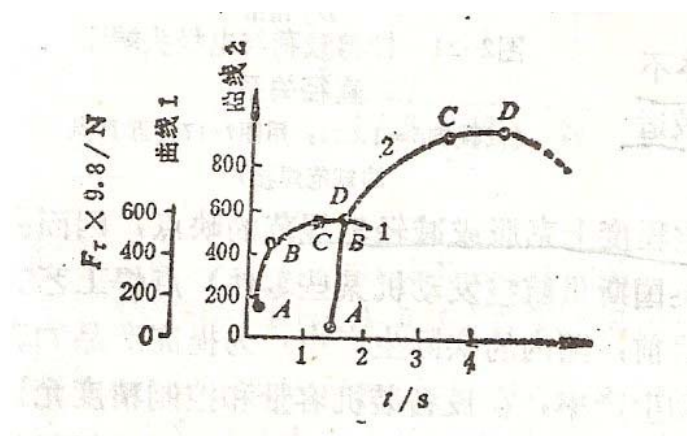

图 26 接头拉剪载荷与焊接时间的关系
焊接时间对接头性能的影响与焊接电流相类似，如图 26。但应注意两点：①C 点以后曲线并不立即下降，这是因为尽管熔核尺寸已达饱和，但塑性环还可有一定扩大，再加之热源加热速率较和缓，因而一般不会产生飞溅；②焊接时间对代表接头塑性指标的延性比影响较大，因此，对于承受动载或有脆性倾向的金属材料（可淬硬钢、铝合金等）点焊接头，还应考虑焊接时间对拉伸载荷的影响。